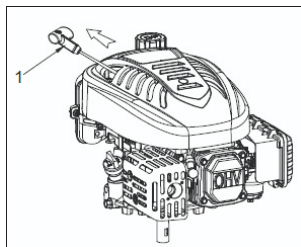

Fig. 3
**⚠ AVVISO:** Non lasciare che la maniglia di avviamento (1) rinculi contro il motore. Riposizionarla con delicatezza onde non danneggiare l'avviamento. (Fig. 3)